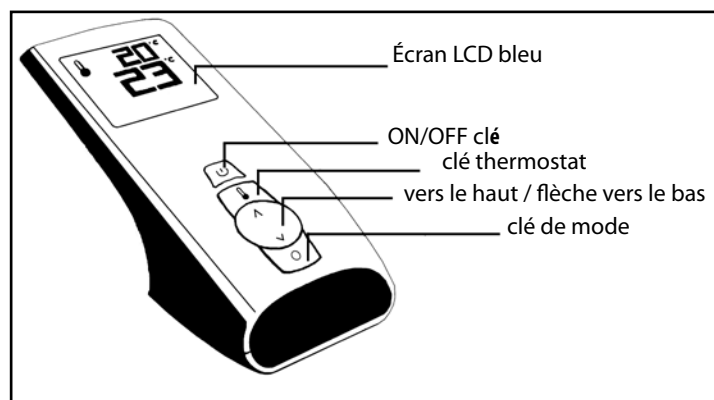
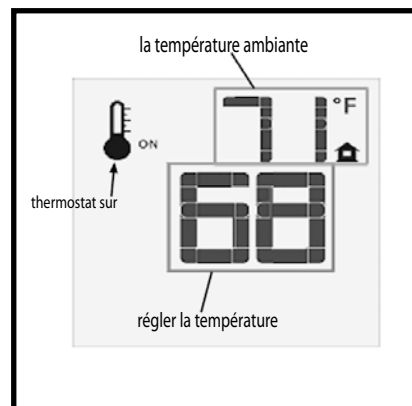

Figure 5: Transmetteur Proflame.
Figure 11: Télécommande Affiche la température réglée.
L'émetteur utilise une Proflame rationaliser la conception avec une disposition des boutons simple et informatif écran LCD (Figure 5). L'émetteur est alimenté par trois (3) piles de type AAA. Une touche de mode est prévu à l'index entre les fonctionnalités et une clé de thermostat est utilisé pour allumer / éteindre ou de l'indice grâce à des fonctions du thermostat (Figure 5 & 6).
Appuyez sur la touche ON / OFF sur l'émetteur. L'affichage LCD du transmetteur n'affiche que la température ambiante et de l'icône (voir figure 11). Un seul "bip" du receveur confirme la réception de la commande et à la fois le témoin (si l'unité n'est pas réglé pour piloter en continu) et le brûleur principal s'éteindra.
La télécommande peut fonctionner comme un thermostat d'ambiance. Le thermostat peut être réglé à une température souhaitée pour contrôler le niveau de confort dans une chambre. Pour activer cette fonction, appuyez sur la touche du thermostat (voir Figure 5). L'écran LCD sur le transmetteur va changer pour montrer que le thermostat d'ambiance est "ON" et la température réglée est maintenant affiché (voir figure 11). Pour régler la température de consigne, appuyez sur Haut ou Bas jusqu'à ce que les touches fléchées la température désirée est affichée sur l'écran LCD de l'émetteur.